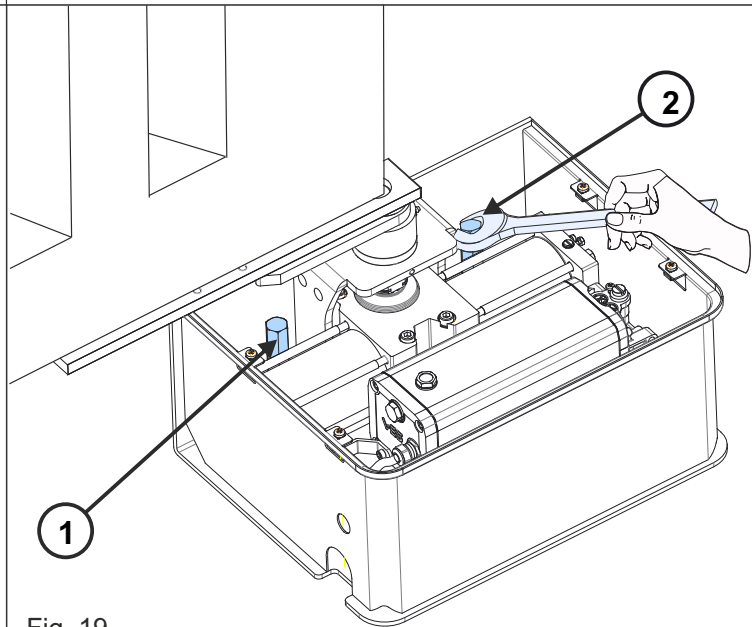

Fig. 19
5.4. Asegure el operador por los tornillos «1» e «2» como se muestra en Fig. 19